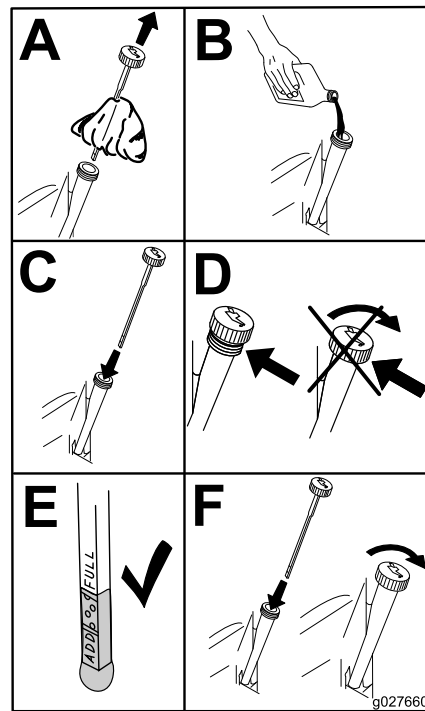

Figura 46
- Vierta lentamente un 80% aproximadamente del aceite especificado por el tubo de llenado, luego añada lentamente el resto del aceite hasta que llegue a la marca de **Lleno** (Figura 46).